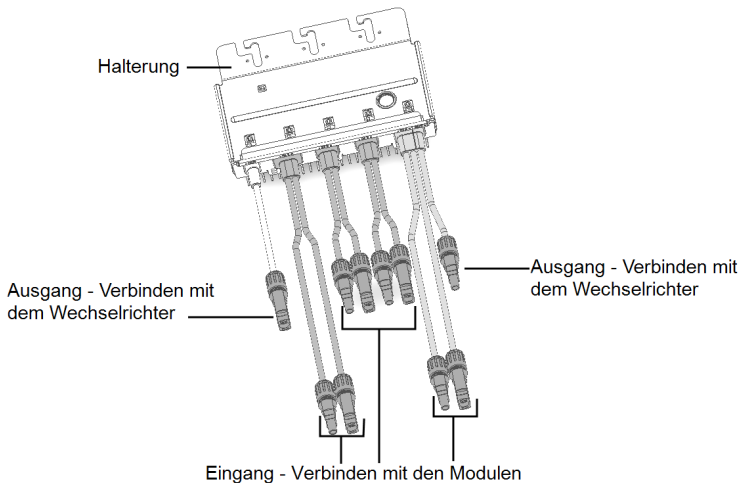

Abbildung 3: Leistungsoptimierer-Anschlüsse
1. Bestimmen Sie die Montageposition des Leistungsoptimierers und verwenden Sie die Halterungen des Leistungsoptimierers, um den Leistungsoptimierer an der Tragstruktur zu befestigen (siehe *Abbildung 3*). Verwenden Sie mindestens zwei Bohrlöcher der Halterung.